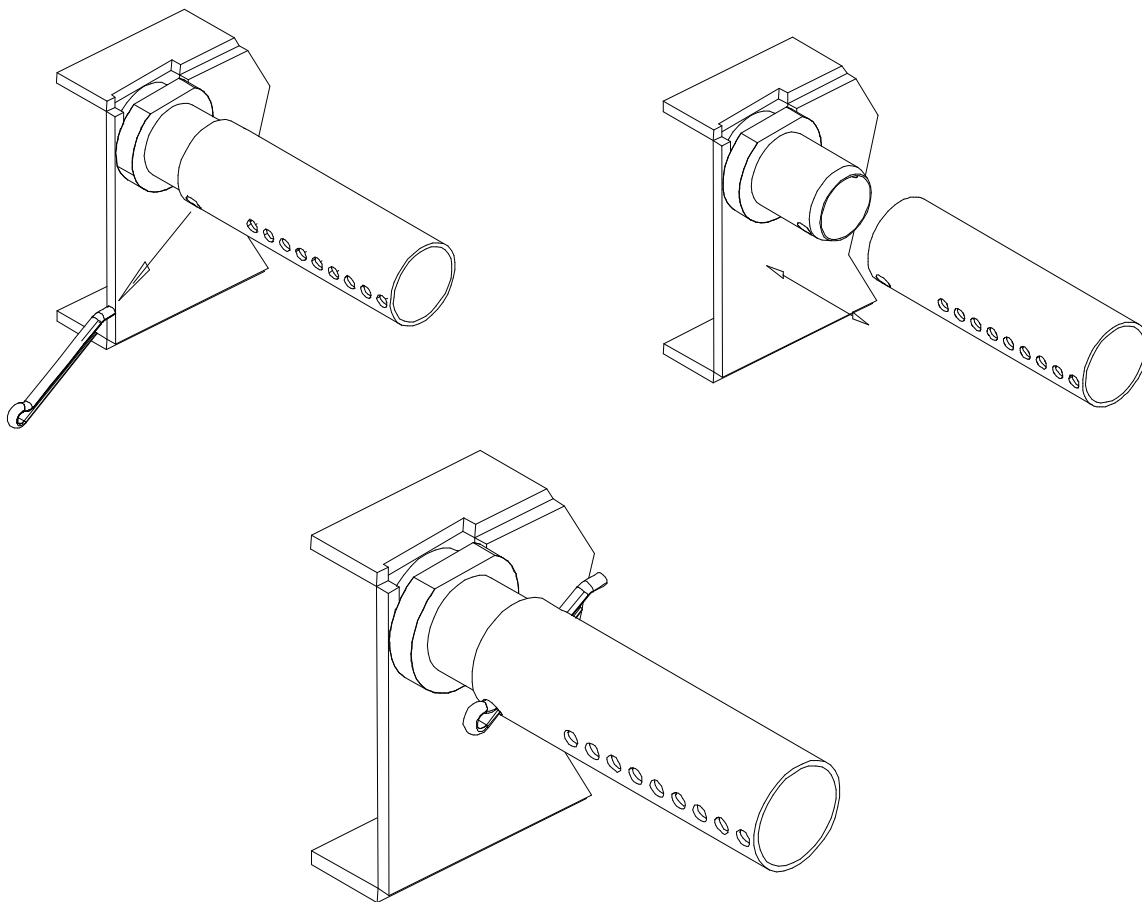

Figure 3.4 – Remplacement des tubes d'aération auxiliaires
3. Installez le support avant du déflecteur (H) en veillant à ce qu'il aille bien entre les montants avants et maintenez-le en place. Fixez le tube d'aération avant (E) tel qu'illustré à la figure 3.4c en veillant à ce que ses trous pointent vers l'avant de l'appareil. Installez les goupilles fendues tel qu'indiqué à la figure 3.4. Le fait de fixer le tube d'aération avant (E) permettra à l'ensemble du coupe-feu de tenir en place pendant l'étape suivante.
4. Fixez les tubes d'aération du milieu et de l'arrière en veillant à ce que leurs trous pointent vers l'avant de l'appareil. Installez les goupilles fendues tel qu'indiqué à la figure 3.4
(Consultez la Figure 3.4)